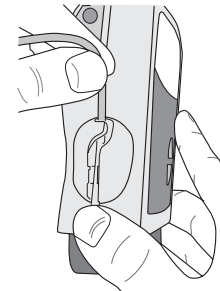

図3
- ・ゆっくりとチューブを垂直方向へ引っ張り、チューブを確実に溝にはめ込みます（図3）。チューブ取り付けがきちんとしていない場合、ポンプ作動時に「キホウケンチ」と画面表示され、アラーム音が発生します。再度チューブを取り付け直してください。